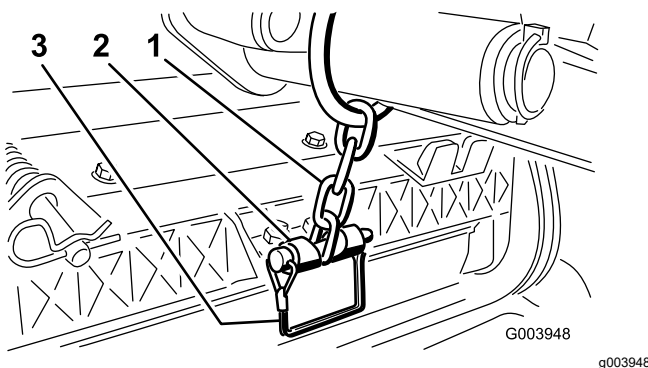

Figure 12
3. Fixez la chaîne du bras de levage au support de la chaîne avec la goupille à fermoir (Figure 12).